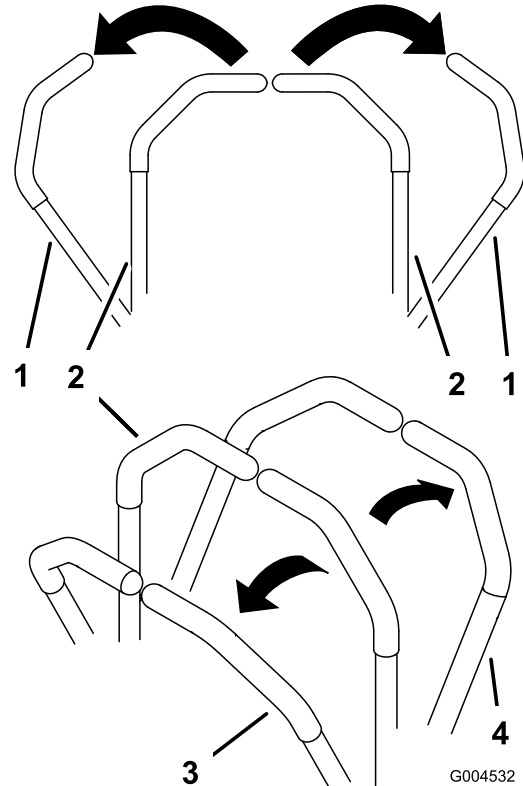

Figura 17
3. Para ir hacia adelante, empuje lentamente las palancas de control de movimiento hacia adelante (Figura 17).
Para ir recto, aplique la misma presión a ambas palancas de control de movimiento (Figura 17).
Para girar, mueva la palanca de control de movimiento hacia punto muerto en el sentido en el que desea girar (Figura 17).
2. Para ir hacia atrás, tire lentamente de las palancas de control de movimiento hacia atrás (Figura 17).
Para girar, deje de empujar la palanca de control de movimiento del lado al que desea girar (Figura 17).